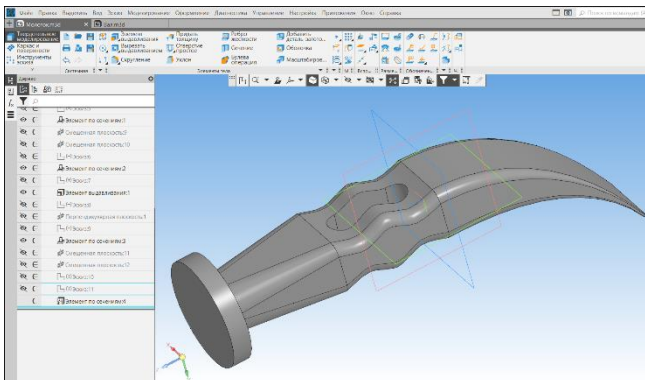

Рисунок 167 – Результат построения
- По завершению команды, в трехмерной модели будет построен паз (Рисунок 167);